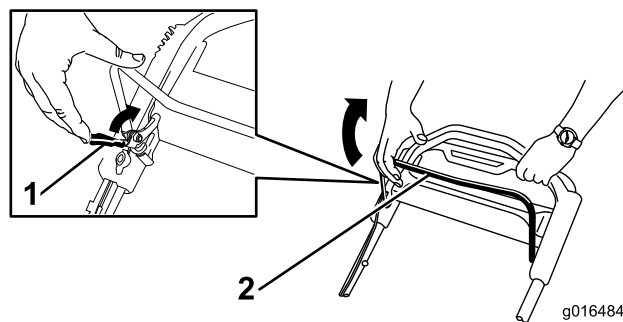

Рисунок 20
1. Потяните фиксатор штанги управления ножом в сторону штанги (Рисунок 20).